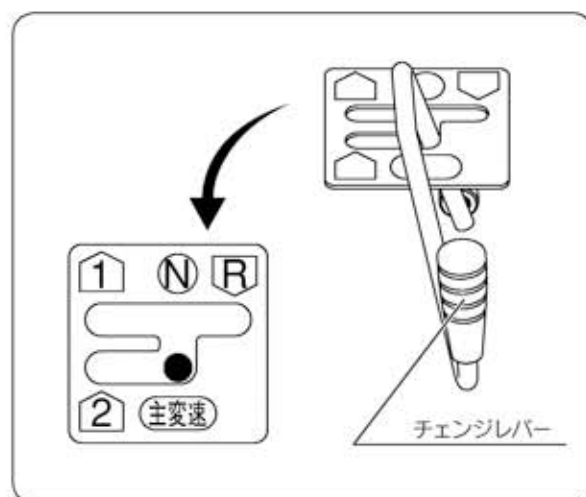

図4
- ① チェンジレバーが【N】位置になっているかを確認してください。(図4)